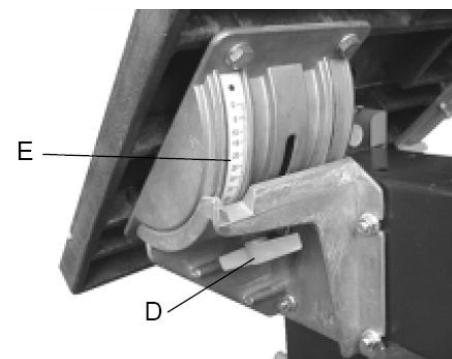

Рис. 16
- Послабте крильчасту гайку (D) (Рис. 16) на підпорі механізму нахилу столу, потім встановіть стіл під необхідним кутом у відповідності зі шкалою (Е).